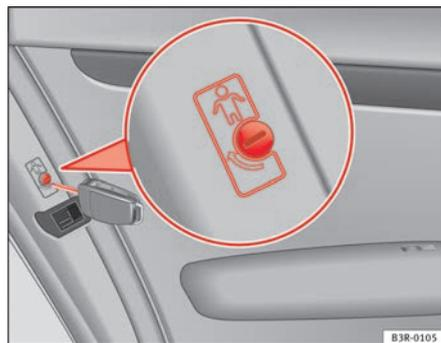

Fig. 77 Sécurité-enfants au niveau des portes arrière
- Tournez la clé dans le sens de la flèche ⇒ fig. 77.